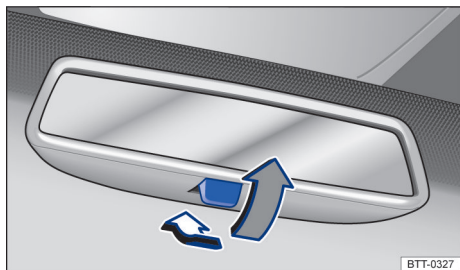

Fig. 108 No para-brisa: espelho retrovisor interno com antiofuscente manual.
- Para evitar o ofuscamento, puxar a alavanca para trás → Fig. 108.